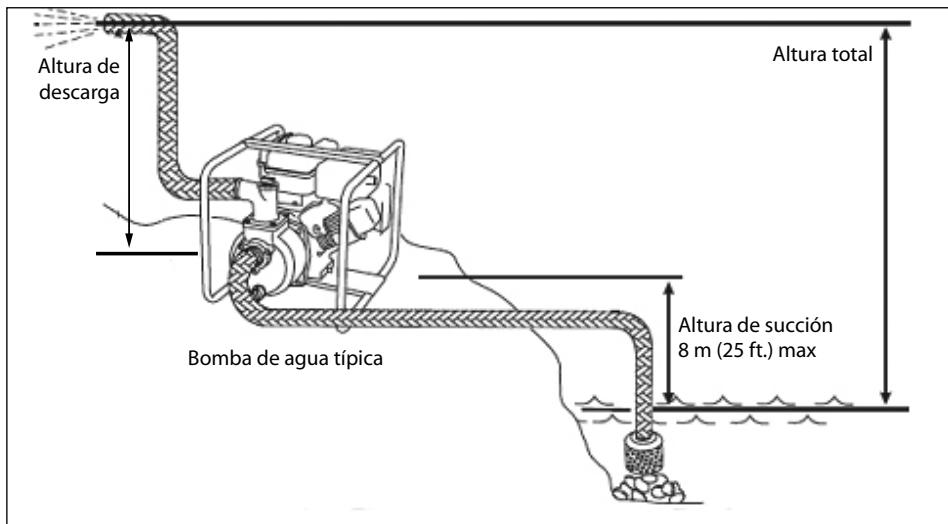

FIGURA 1
- a) **UBICACIÓN:** Para una instalación permanente, ponga la bomba en un lugar limpio, seco y ventilado. **Mantenga la línea de succión lo más corta posible.** El mantenimiento de la longitud de la cañería lo más corta posible, permitirá que la bomba funcione al máximo de su eficiencia y también asegurar que la carcasa no se recaliente debido a la ausencia de agua (Figura 1).